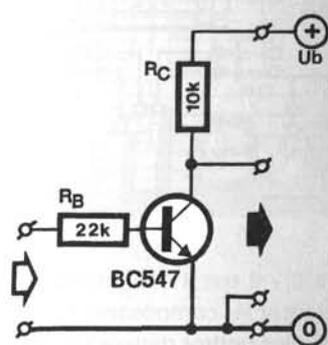

Figure 1 – Avec un transistor et deux résistances, nous pouvons fabriquer un inverseur compatible aussi bien avec les circuits intégrés logiques TTL que CMOS.
Figure 1 – Le schéma du silence-radio. Le relais, excité quand le combiné prend la ligne (on ne peut plus guère parler de « décrocher », vu les formes que prennent les téléphones modernes), coupe l'alimentation du poste de radio.
La figure 1 montre comment nous sommes passés des quelques idées du paragraphe précédent à un circuit pratique. Vous trouvez à la sortie le relais promis (Re1), alors que l'entrée est raccordée à la ligne téléphonique. Entre les deux, outre quelques composants ordinaires, il faut remarquer un opto-coupleur (ou photo-coupleur). Il n'est pas indispensable au fonctionnement, mais absolument impératif pour la sécurité: tout circuit raccordé à la ligne téléphonique doit en être isolé galvaniquement.
La figure 1 vous montre à quoi ressemble ce montage dont les niveaux d'entrée et de sortie sont compatibles aussi bien avec les circuits TTL qu'avec les circuits CMOS. Si vous pensez que ce schéma ressemble à celui d'un transistor utilisé comme commutateur, vous avez parfaitement raison. Le transistor utilisé comme inverseur fonctionne en commutation. Dans les deux cas, il se comporte comme un relais (statique) ou un interrupteur. Le plus important cependant pour l'inverseur, n'est pas de permettre ou non la circulation d'un courant dans une résistance placée dans son circuit de collecteur, c'est la tension qui règne sur le collecteur par rapport à la masse. Elle présente deux valeurs intéressantes, que nous appelons "1" et "0" : si le transistor est bloqué (1), la tension qui règne sur le collecteur est à peu de chose près celle de l'alimentation ; si le transistor est saturé (0), cette tension est nulle, le collecteur est au potentiel de la masse. La circulation d'un courant, même si l'on considère ceci comme quelque chose de "positif", si "ça marche" puisque si R_C est une lampe, elle s'allume, c'est "0", parce que nous avons appelé "0"